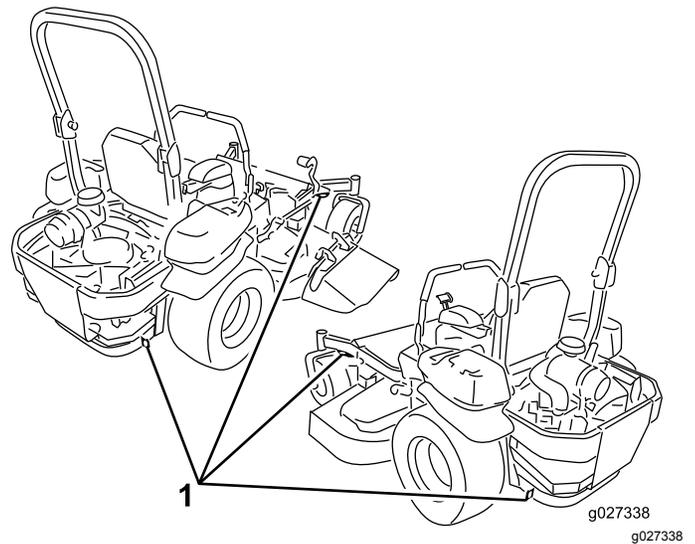

Рисунок 46
6. С помощью строп, цепей, тросов или канатов закрепите машину в точках, расположенных рядом с передними поворотными колесами и на заднем бампере (Рисунок 46). Изучите местные нормативные документы по требованиям к креплению оборудования.